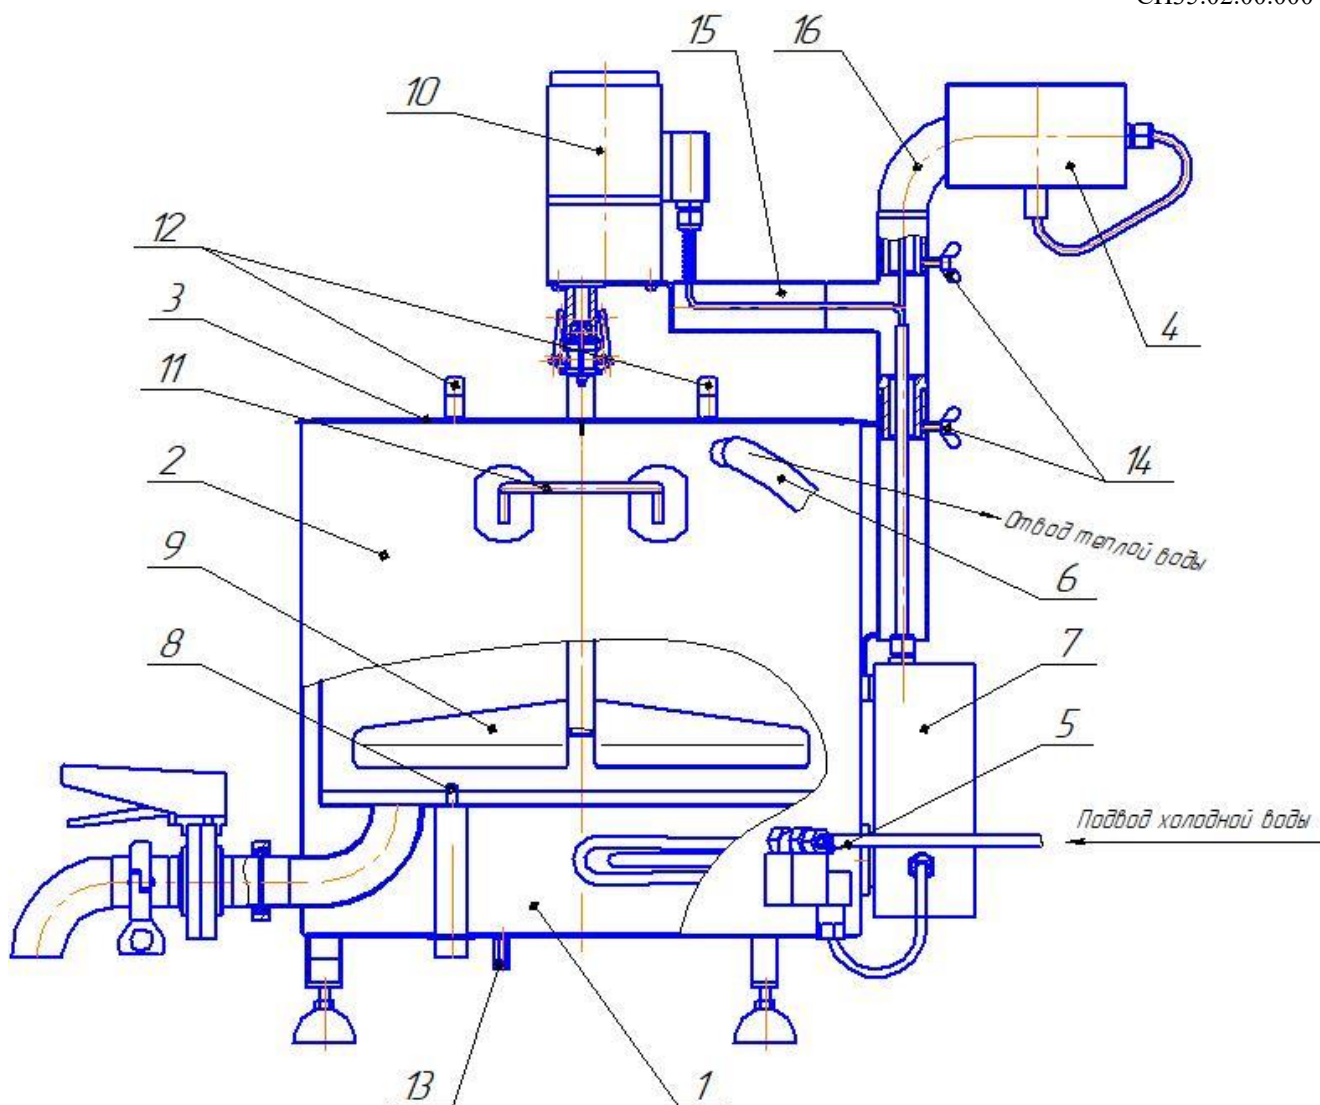
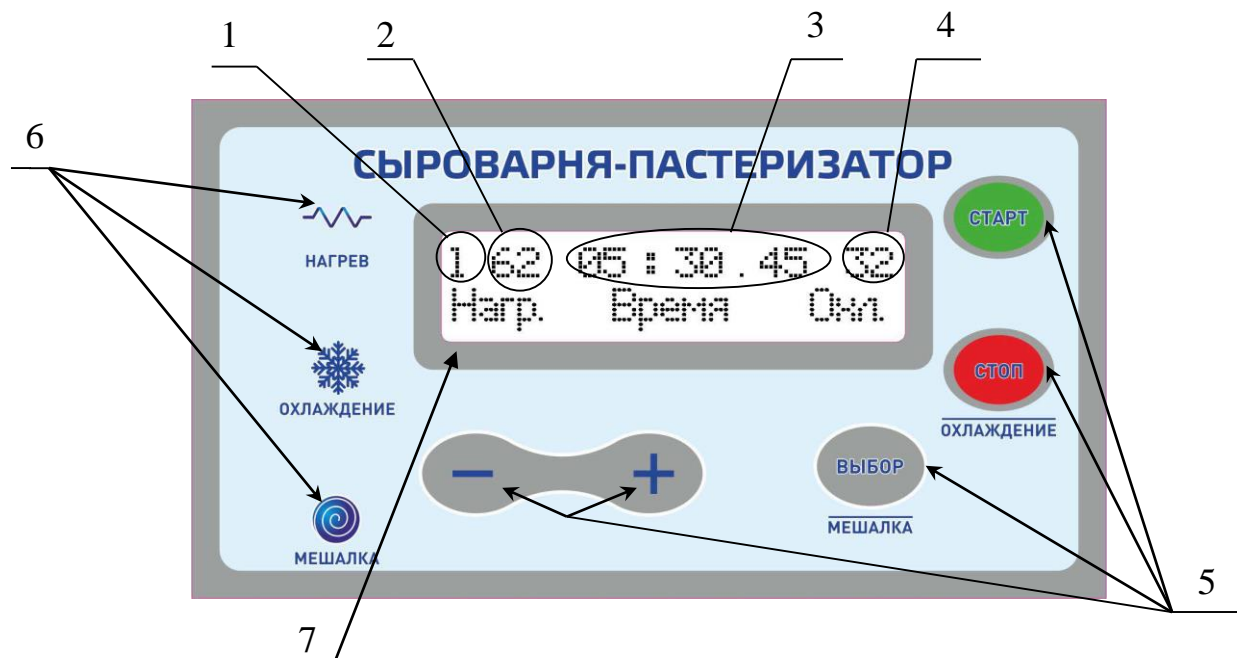

Рис. 1. Сыроварня-пастеризатор
Рис. 2. Лицевая панель ЭБУ
5.1 ЭБУ (рис. 2) предназначен для автоматизации процесса приготовления продуктов в сыроварне-пастеризаторе.
5.3 Кнопки управления (поз.5 рис.2):
5.4 Органы индикации единичные индикаторы поз. 6 (рис. 2) и жидкокристаллический дисплей поз. 7 (рис. 2):
1) Вся информация отображается на жидкокристаллическом дисплее поз.7 (рис. 2).
2) Единичные индикаторы (поз.6 рис.2):
6.2 Установить сыроварню-пастеризатор на устойчивую ровную горизонтальную опору (рис.1).
6.3 Надеть конец шланга для подачи холодной воды на штуцер 5 (рис.1), второй конец шланга подключить к сети водоснабжения и закрепить шланг хомутами. Надеть сливной шланг на штуцер 6 (рис.1) и закрепить хомутом, **установить его таким образом, чтобы свободный конец сливного шланга был на 40 см ниже сливного штуцера, сливной шланг не должен содержать изгибов и витков. Запрещено перекрывать верхний сливной штуцер и сливной шланг!**
6.5 В зависимости от выбранной рецептуры залить необходимое количество молока во внутреннюю емкость 2 (рис.1), но не более чем 35л, при максимальном наполнении уровень молока должен быть на 3см ниже верхней кромки внутренней емкости. При необходимости использования в работе мешалки или лиры на вал мотора-редуктора 10 (рис. 1), закрепленного на крышке, устанавливается либо мешалка, либо лира.
6.6 Закрыть внутреннюю емкость 2 (рис.1) крышкой 3 (рис.1), состоящей из двух половинок.
6.8 **Перед тем как приступить к работе, необходимо заполнить водой внешнюю емкость 1 (рис. 1) (создав таким образом «водяную рубашку») до момента перелива воды через сливной шланг!** Для этого нужно нажать и удерживать кнопку «СТОП/ОХЛАЖДЕНИЕ» (5 рис. 2) пока не загорится индикатор «ОХЛАЖДЕНИЕ» 6 (рис. 2). Когда из сливного шланга польется вода кратковременно нажать кнопку «СТОП/ОХЛАЖДЕНИЕ», индикатор «ОХЛАЖДЕНИЕ» погаснет.
6.9 На дисплее ЭБУ поз. 7 (рис. 2) выводится меню задания режимов работы. **Меню содержит пять режимов, каждый режим состоит из задаваемых трех параметров: температуры нагрева, времени выдержки и температуры охлаждения.** При работе сыроварни-пастеризатора можно использовать как один режим, так и несколько (максимум 5 режимов), для приготовления нужного продукта.
– выбираем режим номер «1», для этого кнопкой «ВЫБОР» помещаем курсор в поз. 1 (рис. 2) и кнопками «←» и «+» устанавливаем значение «1» (изменяемое значение подсвечивается курсором);
– нажатием кнопки «ВЫБОР» переходим к выбору температуры нагрева поз. 2 рис. 2 (изменяемое значение подсвечивается курсором);
– кнопками «←» и «+» выставляем температуру нагрева поз.2 (рис. 2);
– нажатием кнопки «ВЫБОР» переходим к выбору времени выдержки поз. 3 (рис. 2) заданной температуры (переход между часами, минутами и секундами производится также, кнопкой «ВЫБОР», изменяемое значение подсвечивается курсором);
– нажатием кнопки «ВЫБОР» переходим к выбору температуры охлаждения поз. 4 (рис. 2);
– кнопками «←» или «+» выставляем температуру охлаждения поз. 4 (рис. 2) (изменяемое значение подсвечивается курсором).
6.10 Для запуска режима работы «1» переводим курсор в положение выбора номера режима поз. 1 рис. 2.
- засветится индикатор «НАГРЕВ» поз. 6 (рис. 2);
- по истечении времени выдержки, сыроварня-пастеризатор перейдет в режим охлаждения, откроется клапан подачи воды в водяную рубашку, засветится индикатор «ОХЛАЖДЕНИЕ» поз. 6 (рис. 2);
7.1 Для однократного нагрева без выдержки по времени и охлаждения необходимо: перевести курсор к выбору температуры нагрева поз. 2 рис. 2, кнопками «←» или «+» выставить требуемую температуру и не перемещая курсор нажать кнопку «СТАРТ» (3-4 сек). Прозвучит звуковой сигнал и начнется нагрев, по достижении установленной температуры прозвучит звуковой сигнал, нагрев прекратится. Регулировка скорости нагрева см. п. 6.14.
7.2 Для однократного охлаждения необходимо: перевести курсор к выбору температуры охлаждения поз. 4 рис. 2, кнопками «←» или «+» выставить требуемую температуру и не перемещая курсор нажать кнопку «СТАРТ» (3-4 сек). Прозвучит звуковой сигнал и начнется охлаждение, по достижении установленной температуры прозвучит звуковой сигнал, охлаждение прекратится.
7.3 Для выдержки заданное время без поддержания температуры (таймер): перевести курсор к выбору времени поз. 3 рис. 2, кнопками «←» или «+» выставить время и не перемещая курсор нажать кнопку «СТАРТ» (3-4 сек). Прозвучит звуковой сигнал и начнется обратный отсчет, по достижении нулевых значений прозвучит звуковой сигнал.